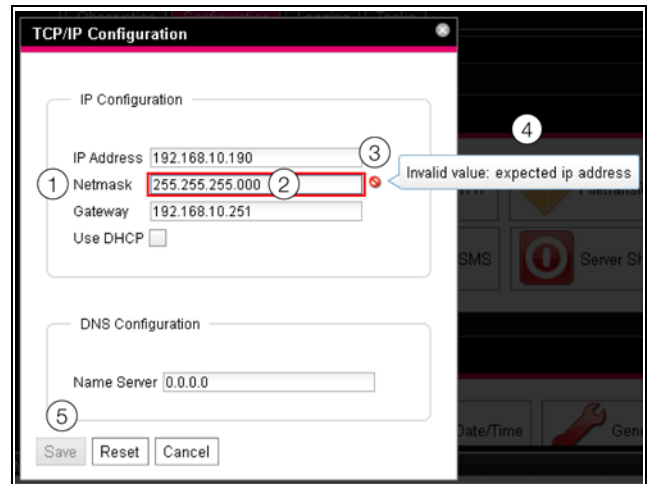

Рис. 96: Отображение ввода неправильного значения
- После неправильного значения (рис. 96, поз. 2) в поле **Netmask** (рис. 96, поз. 1) появляется красный "символ запрета" (рис. 96, поз. 3).
- Если Вы подведете курсор мыши к символу запрета, появится подсказка с дополнительной информацией об ошибке (рис. 96, поз. 4).
- Кнопка **Save** деактивирована (рис. 96, поз. 5), таким образом, введенные значения не могут быть сохранены.